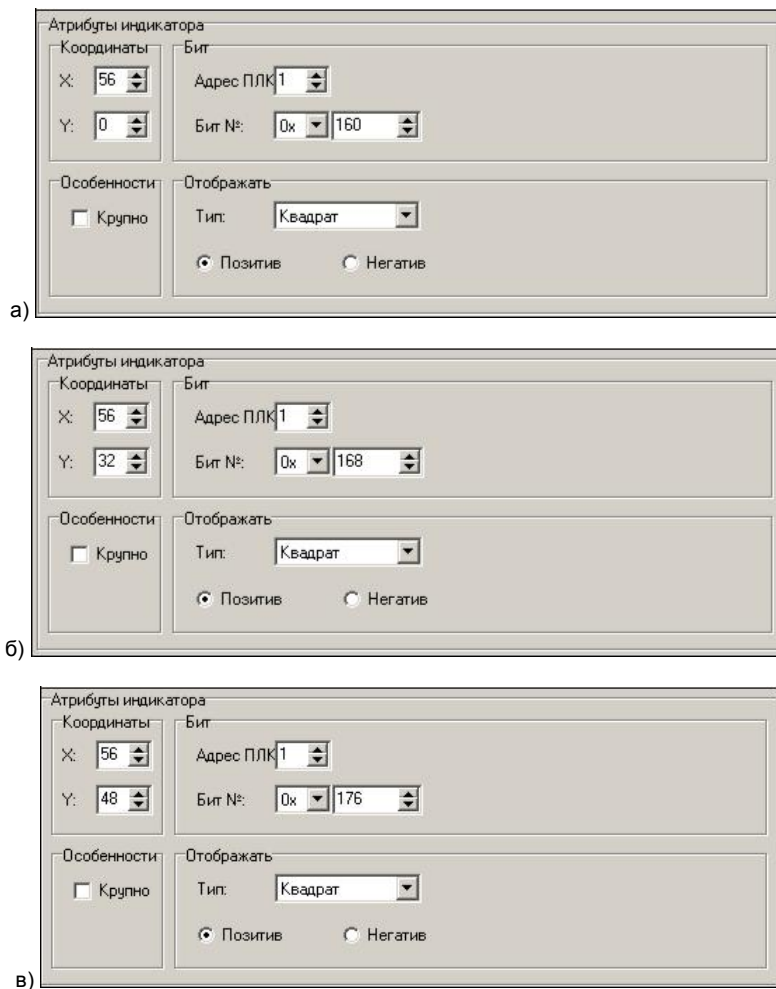

Рис. 7.17. Атрибуты индикаторов (а – «1 Магнит», б – «2 Магнит», в– «3 Магнит»)
14.2 Используя элемент «Индикатор», создать поля индикаторов «1 Магнит», «2 Магнит», «3 Магнит». Приемы работы с элементом описаны в п. 4.8. Значения атрибутов индикаторов см. рис. 7.17, а, б, в.